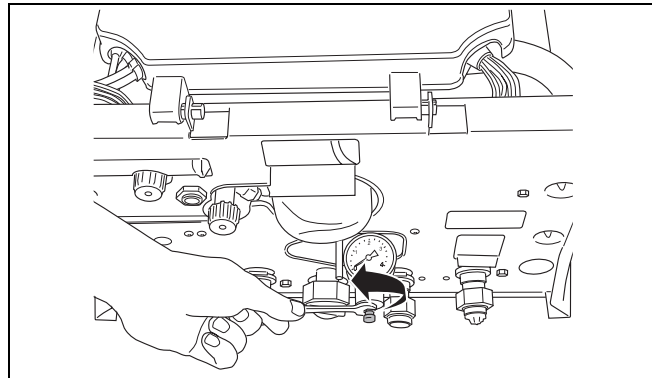

Fig. 10 Svuotamento dell'apparecchio combi
- Aprire i rubinetti sotto il manometro (fig. 10) in modo tale che tutta l'acqua fuoriesca dall'impianto di riscaldamento.